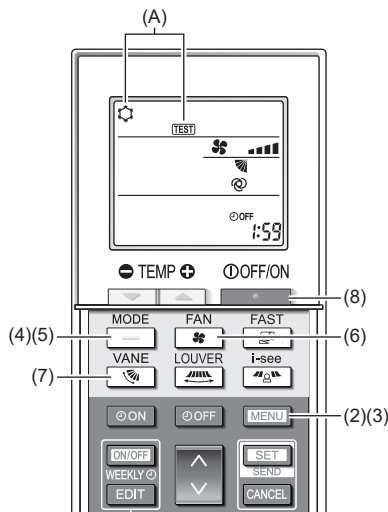

Fig. 7-5
- (1) Active la unidad al menos 12 horas antes de realizar una prueba de funcionamiento.
- (2) Pulse el botón [MENU] durante 5 segundos. (Fig. 7-5)
- (3) Pulse el botón [MENU].
En pantalla se visualiza (A) [TEST] (PRUEBA) y el modo actual de funcionamiento. (Fig. 7-5)
- (4) Pulse el botón [] para activar el modo de refrigeración, y compruebe si sale aire frío de la unidad.
- (5) Pulse el botón [] para activar el modo de calefacción, y compruebe si sale aire caliente de la unidad.
- (6) Pulse el botón [] y compruebe si cambia la velocidad del ventilador.
- (7) Pulse el botón [] y compruebe que el sistema automático de desviación del aire funciona correctamente.
- (8) Pulse el botón [] para detener la prueba de funcionamiento.